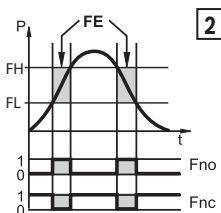

Abb. 2 Öffner
- Fensterfunktion / Schließer: $[\text{ou1}] / [\text{ou2}] = [\text{Fno}]$ (siehe Abb. 2)
- Fensterfunktion / Öffner: $[\text{ou1}] / [\text{ou2}] = [\text{Fnc}]$ (siehe Abb. 2)